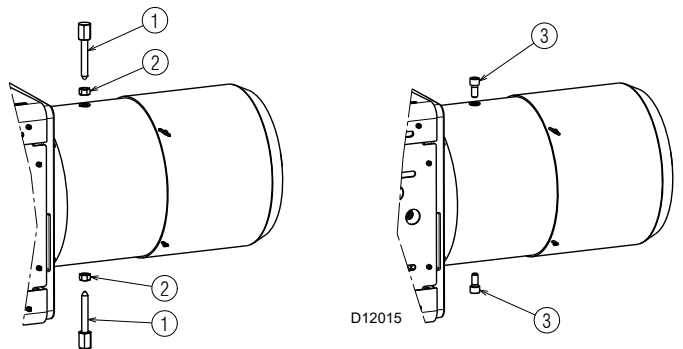

Abb. 12
- Vor der Montage des Brenners am Kessel müssen die Schrauben und Muttern 1)-2)(Abb. 12) entfernt werden. Sie sind gegen die beige packten Schrauben 3) M12x16 auszutauschen.